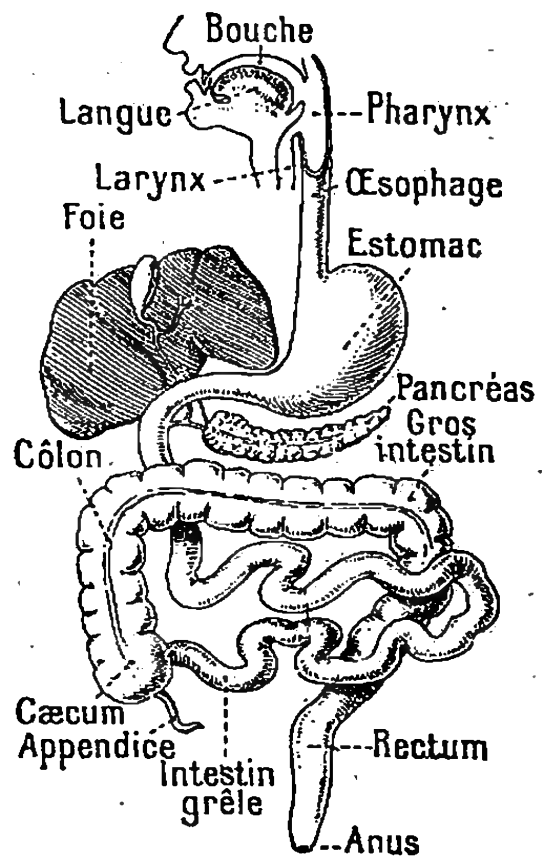

Fig. 138. — Appareil digestif (simplifié).
3. Appareil digestif. — *Digérer, c'est transformer en liquides capables de s'introduire dans le sang les parties utiles des aliments et les séparer des autres.* La digestion s'effectue dans l'*appareil digestif* (fig. 138), lequel comprend le *tube digestif* et certaines *glandes*.
L'*intestin grêle* est un tube de 6 à 7 mètres à replis nombreux où se déverse la *bile*, sécrétée par le **foie**, et le *suc pancréatique*, sécrété par le **pancréas** (*fig. 138*). Ces deux liquides servent à transformer les aliments gras en *émulsion* (liquide tenant en suspension de fines gouttelettes de graisse). Enfin l'intestin grêle possède, sur sa paroi interne, des glandes qui sécrètent le *suc intestinal*; celui-ci achève la digestion. En somme, le **chyme**, par l'action de ces différents sucs, est transformé en un liquide blanchâtre, le **chyle**, qui filtre à travers les parois de l'intestin et arrive jusque dans le *sang*, soit directement, soit par des conduits veineux particuliers.